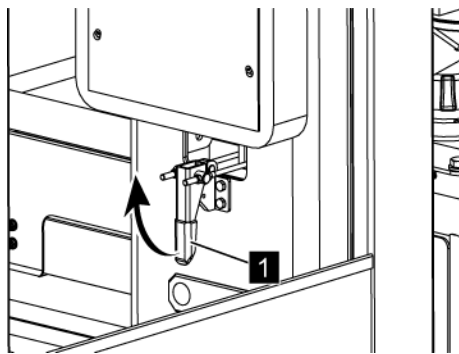

Fig. 151: Unfastening the clamp
2. → Unfasten the clamp (Fig. 151/1).